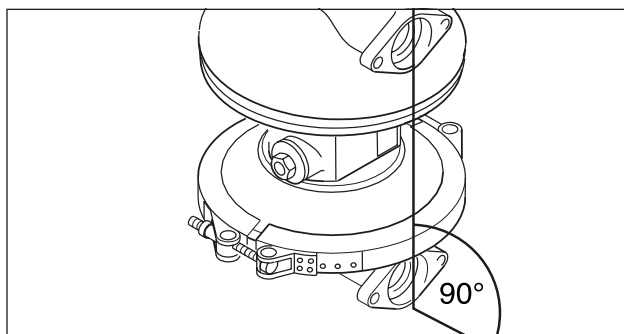
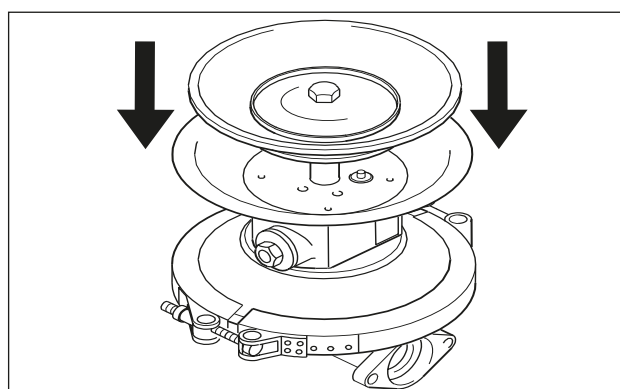

Рис. 17: Выравнивание насосных камер
Рис. 16: Монтаж второй насосной камеры
- Сборка насосной камеры: Монтаж диафрагмы, фиксация винтами внешней тарелки диафрагмы в соответствии с главой 9.4 «Моменты затяжки». Насосные камеры должны принципиально монтироваться у диафрагмы, находящейся у места всасывания (вдвинуть тарелку диафрагмы в воздушную камеру) (рис. 16). Затяните стяжной хомут или монтажный фланец. Аналогично смонтируйте вторую диафрагму. Фланцевые поверхности корпуса насоса должны находиться на одной прямой (рис. 17).